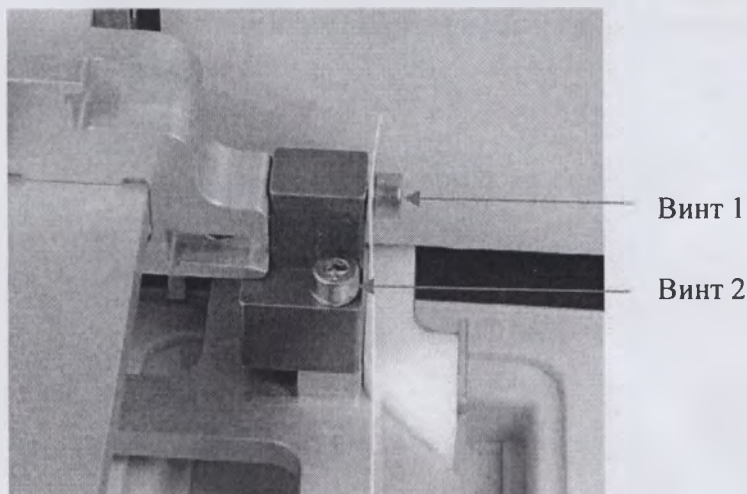

Рисунок 3-6. Транспортный фиксатор неподвижно закреплен
1. Отвинтите два винта 1 и 2 транспортного фиксатора с помощью отвертки для винтов с шестигранной головкой (Рисунок 3-6), чтобы ослабить направляющий механизм.
1. Удалите винты, транспортный фиксатор и бирку транспортного фиксатора в том месте, где находится винт 1 (рисунок 3-6). Храните бирку для переноски или транспортировки прибора в будущем. Теперь транспортный фиксатор снят.
2. Вначале прикрепите транспортный фиксатор винтом 1 к корпусу насоса. Затем перед закручиванием винта 2 отрегулируйте высоту механизма насоса и положение подвижной рамки планшетодержателя (рисунок 3-6).